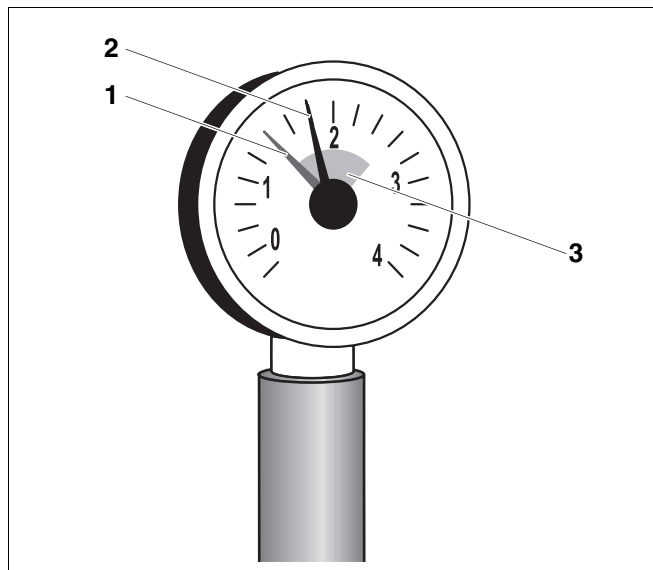

Bild 6 Manometer för slutna anläggningar
Vid slutna anläggning måste manometervisaren (Bild 6, **Pos. 2**) stå inom den gröna (Bild 6, **Pos. 3**) markeringen.
Den röda visaren (Bild 6, **Pos. 1**) på manometern, måste vara ställd på den för anläggningen erforderliga trycket. Fackmontören ställer in det erforderliga trycket åt er.
- Kontrollera om manometervisaren (Bild 6, **Pos. 2**) står inom den gröna (Bild 6, **Pos. 3**) markeringen.
Om manometervisaren (Bild 6, **Pos. 2**) underskrider den gröna markeringen (Bild 6, **Pos. 3**) är vattentrycket i anläggningen för litet. Ni måste fylla på den förlorade uppvärmningsvattnet med kompletteringsvatten.
- Fyll på kompletteringsvatten genom KFE-kranen (pann fyll- och tömnings-kran) tills manometervisaren (Bild 6, **Pos. 2**) står inom den gröna markeringen.